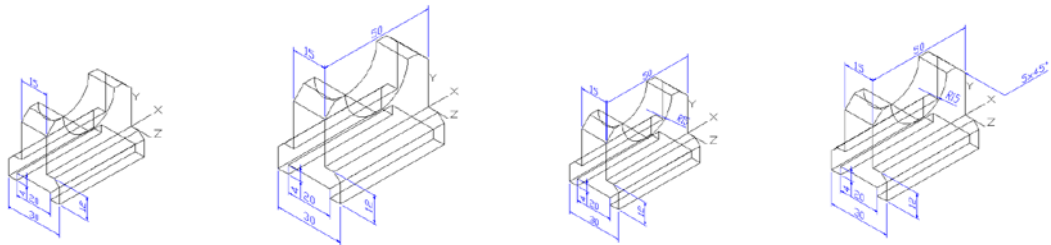

图 11.156 转动坐标系 图 11.157 线性标注 图 11.158 半径标注 图 11.159 倒角标注
(7) 在【视图】选项板中选择【坐标】选项卡，单击 Y 按钮，设置绕 Y 轴的旋转角度为 90，如图 11.156 所示。